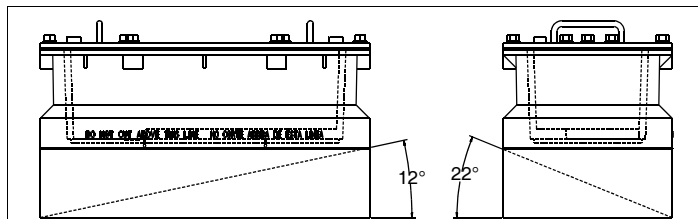

Figure 1. Angle maximal de découpe
- Accepte une inclinaison de: (voir Figure 1)